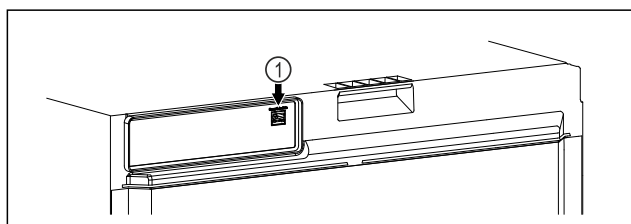

Fig. 141
- SmartModule Fig. 141 (1) is geplaatst.